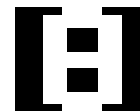

Abbildung 1.0
- 5) Die Beiden Dämpferaugen (**Abbildung 1.0**) dürfen nicht gegen den Uhrzeigersinn gegeneinander verdreht werden, da für spätere Wartungsarbeiten viele Verbindungen als lösbare Verschraubungen ausgeführt sind und diese gelockert werden könnten.